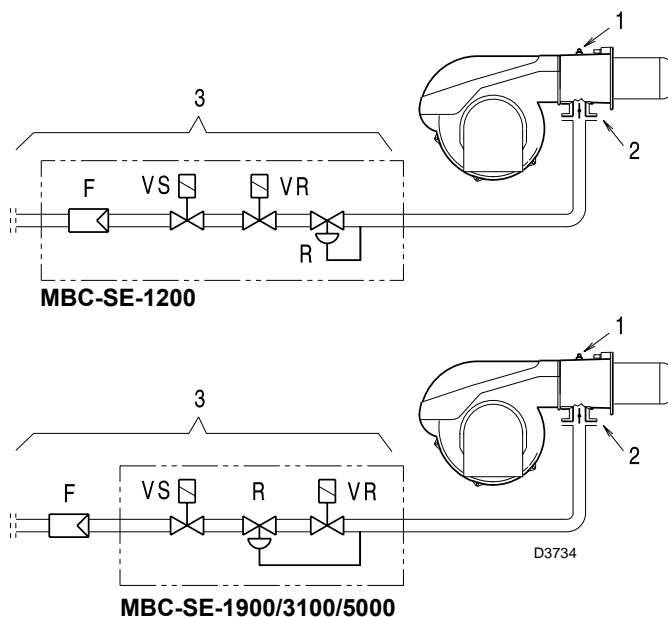

图 27
测试点 1) (图 27), 处所测得的燃气压力，同时：
蝶阀 2)(图 27) 开启至最大角度 90° 时的压力损失。
燃气阀组 3)(图 27) 的压力损失包括：
- 用测试点 1) (图 27) 测得的燃气压力减去炉膛压力。
测试点 1) (图 27) 处的燃气压力 = 31 mbar
计算燃烧器以最大出力运行时测试点 1) (图 27) 处所需燃气压力：
- 读出右边栏 1 所示测试点 1) (图 27) 处压力。
测试点 1) (图 27) 处所需压力。